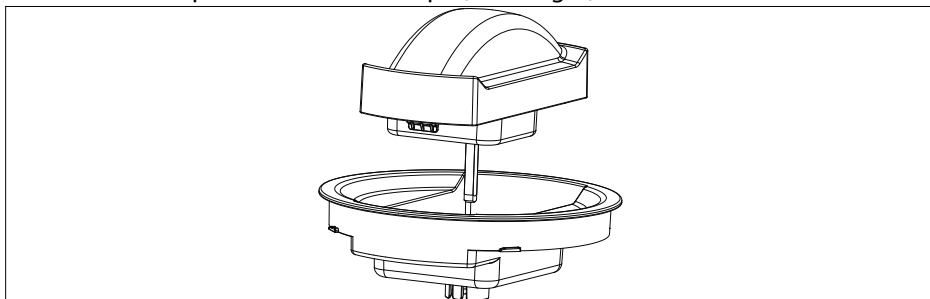

Fig. 5
- ▶ Monte el bloque del motor en la tapa (véase fig. 5).